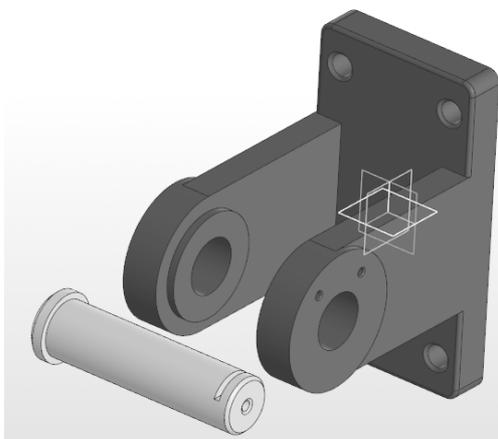

Рис. 5.3. Взаимное расположение элементов сборки
• Добавьте в сборку деталь «**Ось**». Разместите ее в любом месте рабочего поля, недалеко от детали «**Вилка**». Откажитесь от повторной вставки этой же детали. Используя команды «**Переместить компонент/Повернуть компонент**» (панель **Размещение компонентов**), расположите деталь «**Ось**», как показано на рис. 5.3).